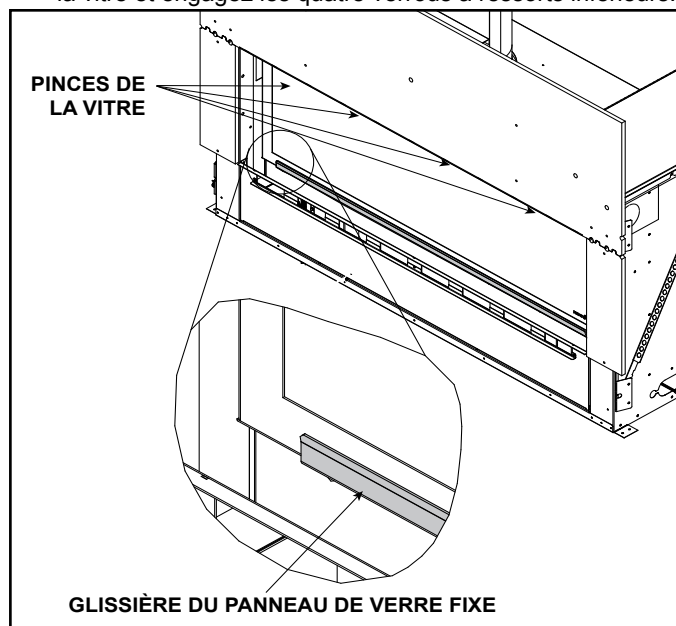

Figure 11.1 Panneau de verre fixe en place
2. Localisez les verrous de la vitre de l'appareil situés sur le bord supérieur de son cadre. Voir la figure 11.1.